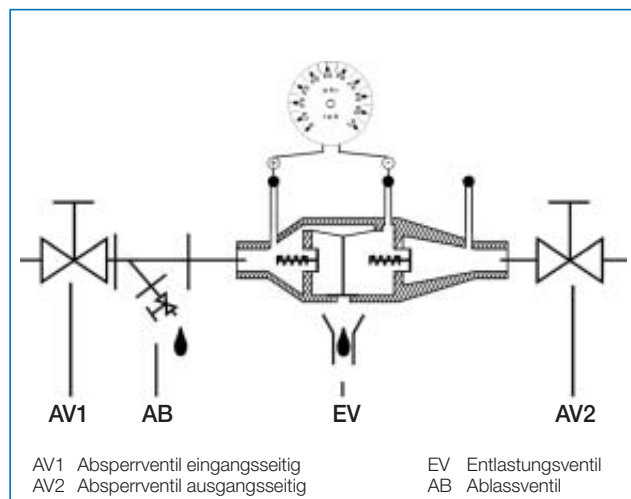

Abb. 2: Differenzdruckmessung zwischen Eingangskammer (K1) und Mittelkammer (K2)
Das Absperrventil (AV2) schließen, Absperrventil (AV1) schließen, Eingangsdruck (p_1) am Ablasventil (AB) langsam absenken, bis am Entlastungsventil (EV) tropfenweise Wasser austritt und Ablasventil (AB) sofort wieder schließen (Abb. 2). Differenzdruck p ablesen und notieren. Das Entlastungsventil (EV) muss wieder völlig dicht schließen.